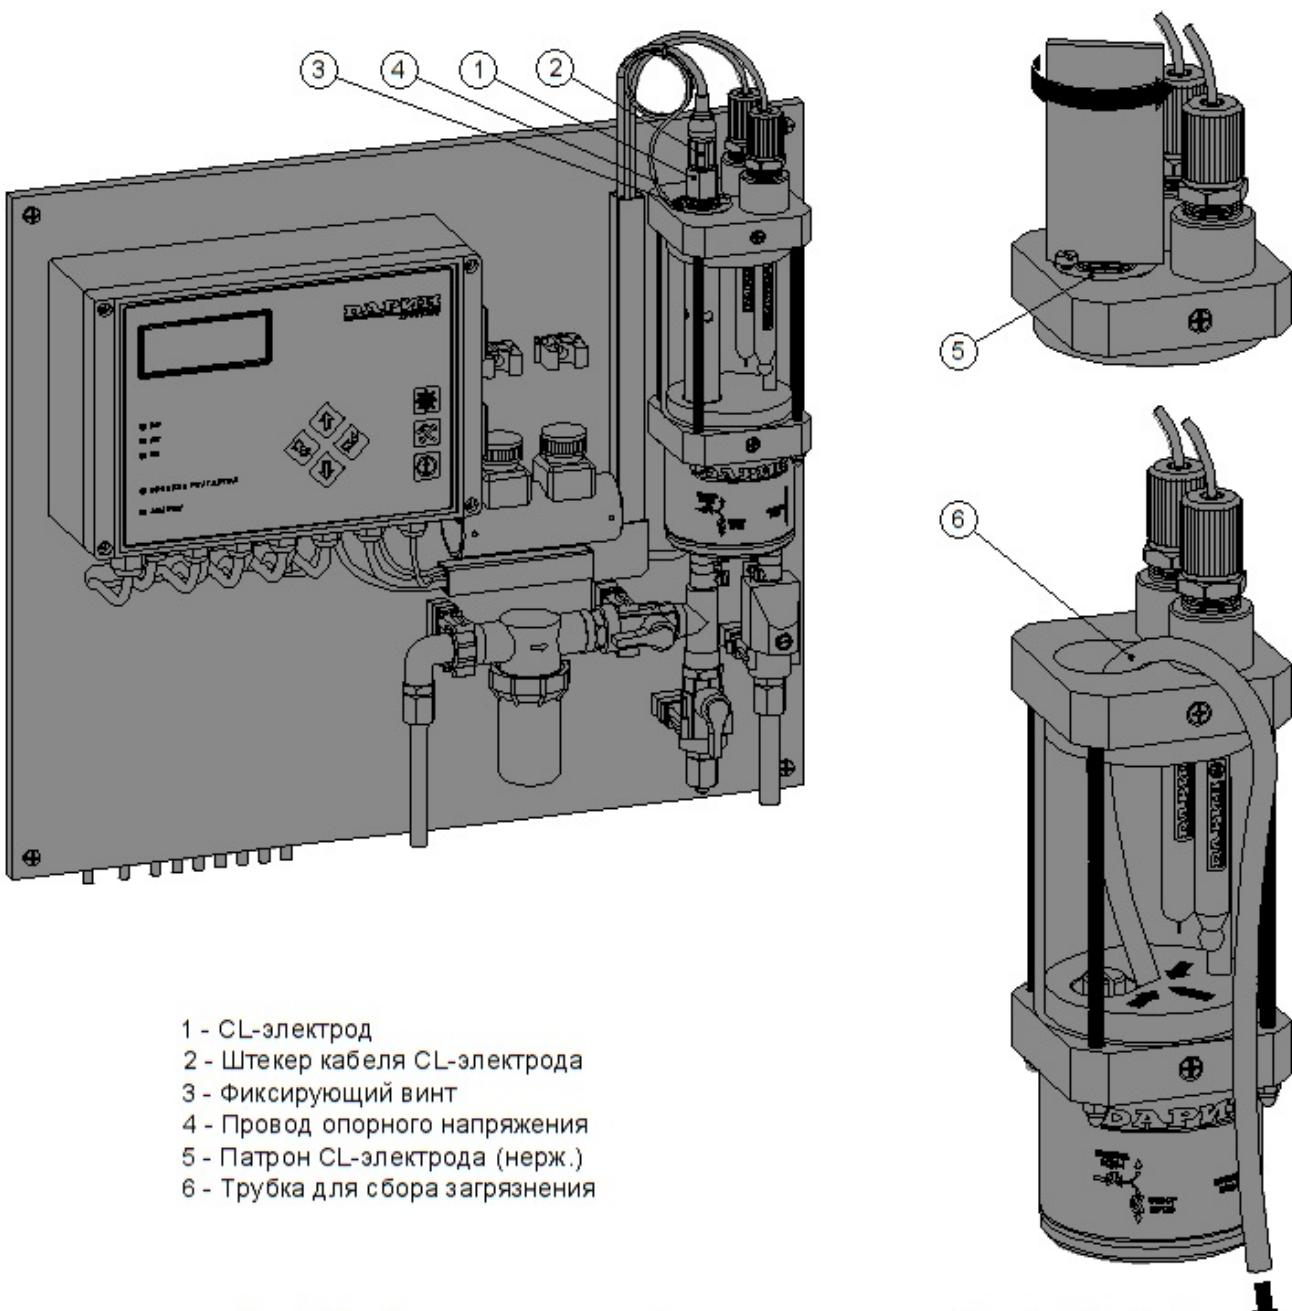

Рис.6.2-1 Очистка дна проточной камеры измерительной ячейки CL, pH, Rx
- отсоединить штекер кабеля от CL-электрода (см. рис.6.2-1, поз. 1 и 2); ослабить фиксирующий винт и отсоединить провод опорного напряжения от ячейки (см. рис.6.2-1, поз. 3 и 4); выкрутить CL-электрод из ячейки; далее выкрутить патрон CL-электрода из ячейки (см. рис.6.2-1, поз. 5);
- опустить один конец трубы на дно проточной камеры измерительной ячейки, а на другом конце трубы создать разряжение, чтобы из проточной камеры пошла вода, и опустить этот другой конец трубы в приёмную емкость (см. рис.6.2-1, поз. 6);
- слегка выкрутить гильзу рН-электрода (см. рис.6.2-1, поз. 7), чтобы из ячейки смог выходить воздух, дождаться заполнения ячейки водой и закрутить гильзу рН-электрода обратно; наличие воздуха в ячейке не нарушает её работоспособности, но желательно заполнять ячейку водой полностью;
- слегка выкрутить гильзу pH-электрода (см. рис.6.2-1, поз. 7), чтобы из ячейки смог выходить воздух, дождаться заполнения ячейки водой и закрутить гильзу pH-электрода обратно; наличие воздуха в ячейке не нарушает её работоспособности, но желательно заполнять ячейку водой полностью;